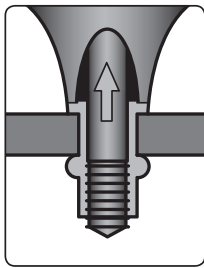

Abb. 6
6) Halten Sie den Nietadapter fest mit der Hand, nehmen Sie eine stabile Körperhaltung ein und beim Drehen des Spannkopfes nach rechts werden die beiden Bauteile verbunden (Abb. 6).